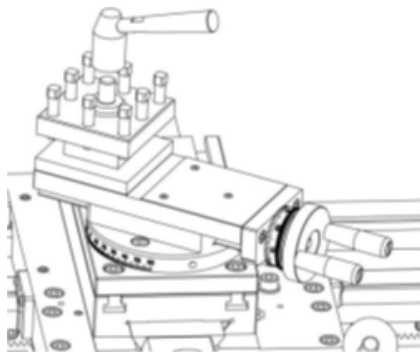

Рис. 10 Съем резцедержателя
1. Повернуть зажим резцедержателя против часовой стрелки, чтобы снять его (Рис. 10).